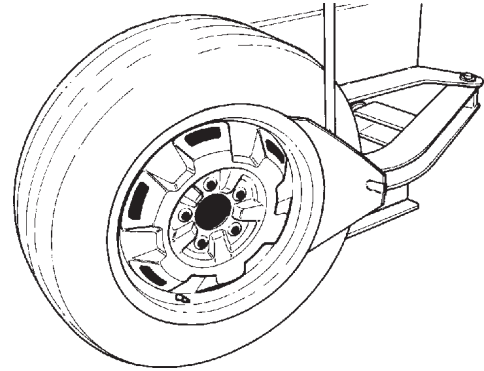

Fig. 4.1-2
Effectuer cette opération avec beaucoup de précautions. Eviter de maintenir trop longtemps la pédale du détalonneur pressée. Il pourrait provoquer accidentellement la rupture du talon (Fig. 4.1-2).
**B.** Détalonner le flanc extérieur et intérieur de la roue. Maintenir ouvert l'outil de décollage, faire tourner l'ensemble pneu/jante dans la zone de l'outil de décollage (Fig. 4.1-2). S'assurer que l'ensemble pneu/jante est bien à plat contre les patins de l'outil de décollage sur le côté de la machine. S'assurer que la lame de l'outil de décollage n'est pas au-dessus de la partie supérieure d'une partie de la jante. Maintenant, activer la pédale de l'outil de décollage. Dès que le talon sort de la jante, relâcher la pédale de l'outil de décollage. Il pourrait être nécessaire de faire tourner le pneu de 90 degrés et de répéter la procédure ci-dessus pour sortir tous les talons.